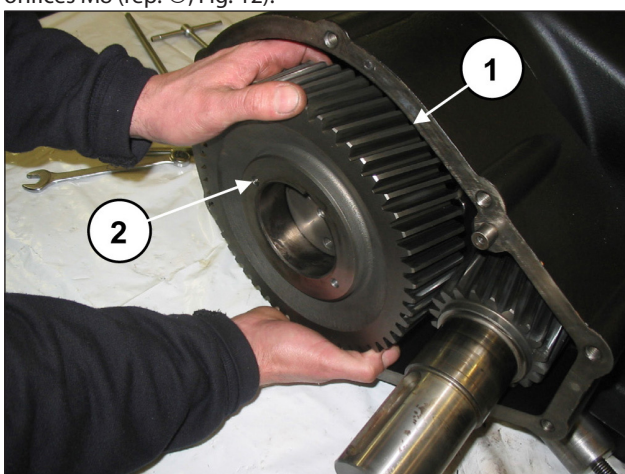

Fig. 12
Déposer la couronne (rep. ①, Fig. 12). Si nécessaire, il est possible d'utiliser un chasoir à inertie à appliquer aux 2 orifices M8 (rep. ②, Fig. 12).